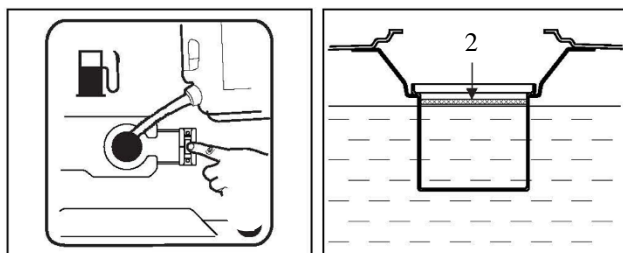

Рис. 2
3. Проверьте уровень топлива и при необходимости долейте (рис. 2).